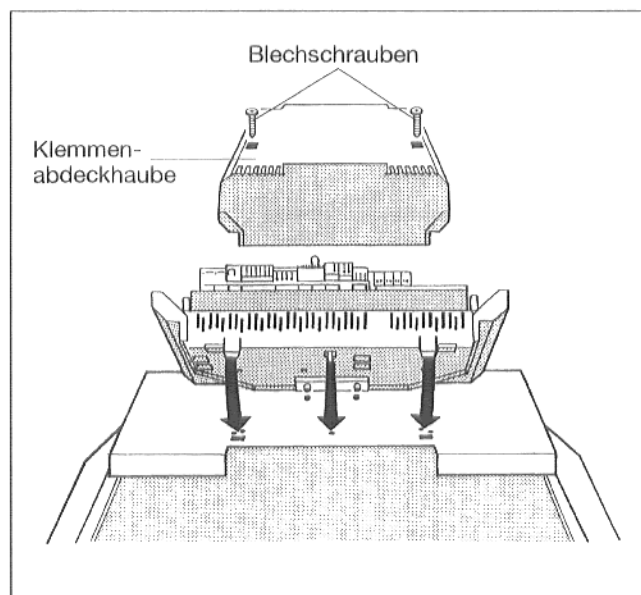

Abb. 17
- Die beiden Schrauben der Klemmenabdeckhaube des Regelgerätes herausdrehen. Klemmenabdeckhaube entnehmen (Abb. 17).